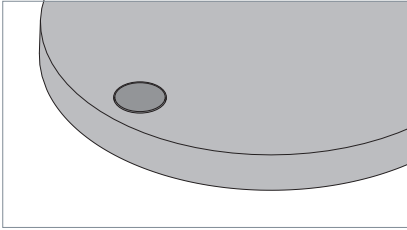

Fig. 8: Touche.
- ▶ Appuyez brièvement sur la touche, voir Fig. 8.
- ▶ Appuyez sur la touche et tenez-la appuyée, voir Fig. 8.
- ▶ Appuyez sur la touche et tenez-la appuyée pendant dix secondes jusqu'à ce que le luminaire commence à s'allumer à intervalles réguliers, voir Fig. 8.